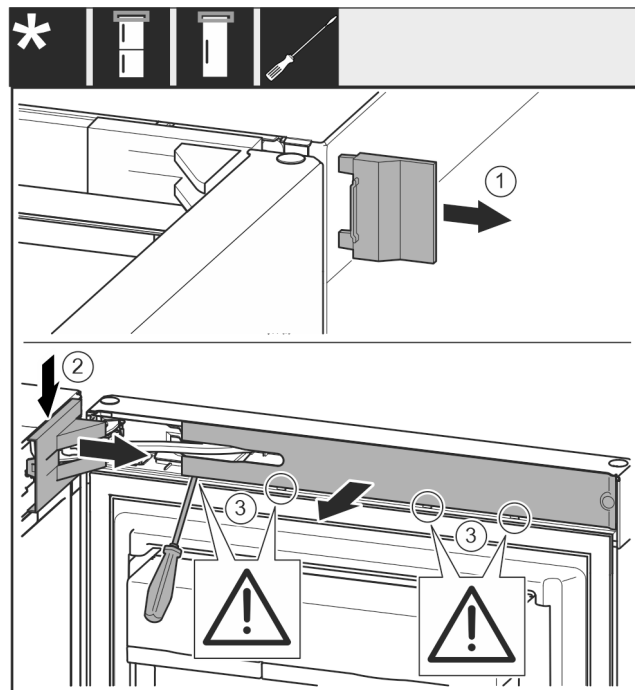

Fig. 7
- ▶ Vegye le a külső fedelet. Fig. 7 (1)
- ▶ Pattintsa ki és oldja ki a csapágybak fedelét. Vegye le a csapágybak fedelét. Fig. 7 (2)
- ▶ Pattintsa ki a takarólemezt lapos csavarhúzóval, és fordítsa oldalra. Fig. 7 (3)